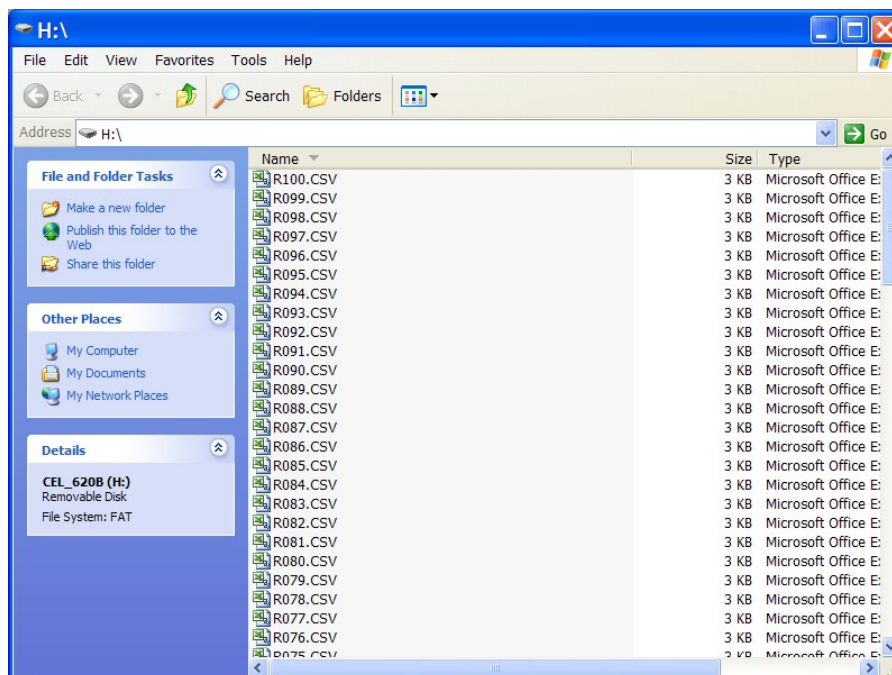

Figura 16 File dei dati di misura
I. ESTRAZIONE DEI DATI (fare riferimento alla figura 16)